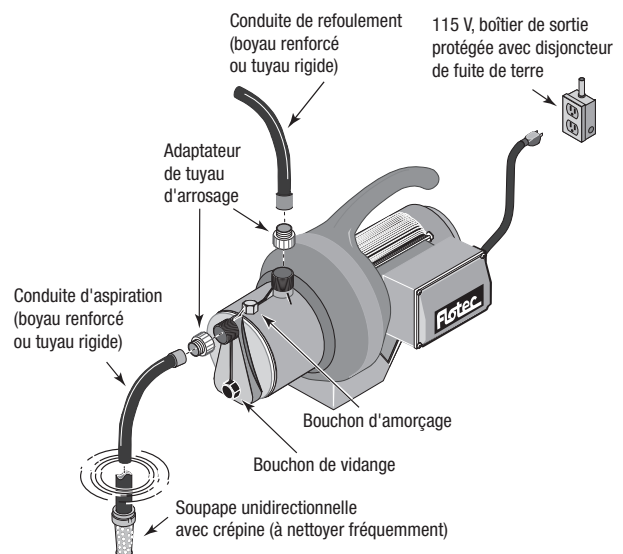

Figure 1 – Installation classique
Les orifices d'aspiration et de refoulement sont taraudés pour un filetage de 1 po MNPT. En cas d'utilisation de boyaux, utiliser un adaptateur de boyau. Voir la figure 1. Ne pas utiliser de boyau sur l'aspiration en cas de pompage d'eau à partir de lacs, de cours d'eau ou d'étangs. Le boyau s'affaissera et provoquera une défaillance de la pompe. Installer une crépine avec le clapet de pied à l'extrémité de la conduite d'aspiration. Inspecter et nettoyer fréquemment la crépine (figure 1).
- En cas d'utilisation d'un boyau d'arrosage, installer des adaptateurs sur l'aspiration de la pompe et le refoulement de la pompe. Le boyau d'aspiration nécessitera deux extrémités femelles. Utiliser un boyau d'alimentation standard de machine à laver comme conduite d'aspiration (figure 1).